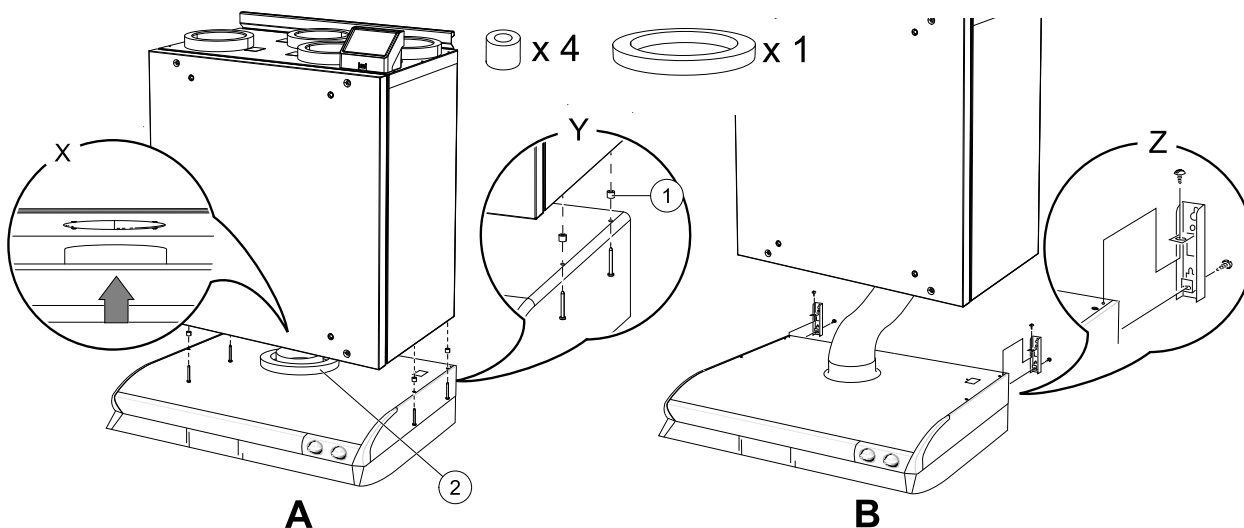

Bild 6 Installation der Dunstabzugshaube
- Legen Sie eine runde Isolierung auf den Anschluss der Dunstabzugshaube, um ein Austreten von Luft zu verhindern (Abbildung 6, Pos. 2).
Setzen Sie die Dunstabzugshaube direkt in das Gerät ein (Abbildung 6, A). Schrauben Sie die Dunstabzugshaube an den Boden der SAVE VTR 150/B Einheit (Abbildung 6, Pos. Y). Der Anschluss muss in das Gerät eingesetzt werden. Vergewissern Sie sich, dass der Anschluss mit dem Lüftungsgerät ausgerichtet ist, bevor Sie beginnen (Abbildung 6, Pos. X). Verwenden Sie die mitgelieferten Schrauben und Abstandshalter, um ein zu starkes Anziehen zu vermeiden, das zu einer verbogenen Dunstabzugshauben führen kann (Abbildung 6, Pos. 1).
- Eine andere Installationsmöglichkeit ist der Anschluss der Dunstabzugshaube an das Lüftungsgerät über ein flexibles Lüftungsrohr (Abbildung 6, B). Verwenden Sie die Halterungen, die zusammen mit der Dunstabzugshaube geliefert werden (Abbildung 6, Pos. Z).